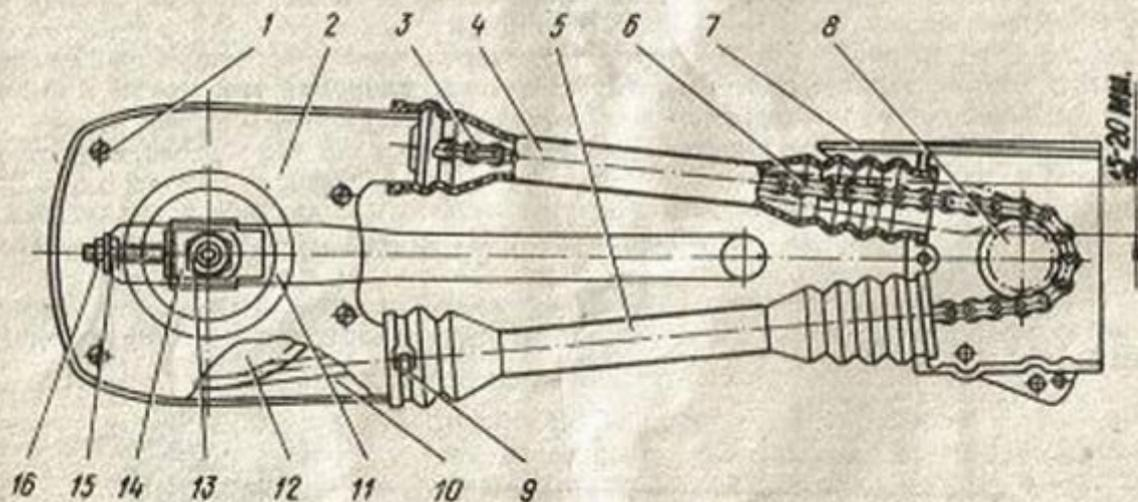

Рис. 13. Главная передача:
5.4. Главная передача (рис. 13)